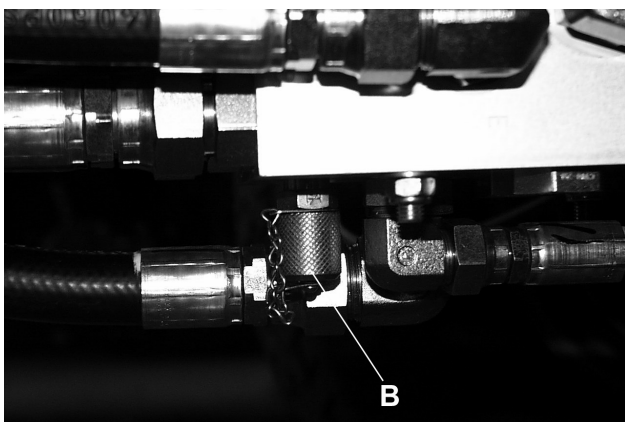

Fig.27
- B Fig.27 Traction system - Four wheel drive pressure 207bar (3,000 psi)
- B fig. 27 - vejgrebssystem - firehjulstræk tryk 207 bar.
- B Fig. 27 - transmission - Fyrhjulsdrivning, tryck 207 bar.